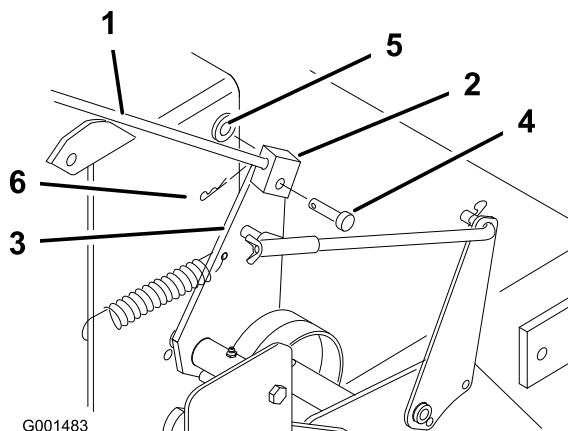

Figure 19
1. Retirez la goupille fendue, la rondelle et l'axe de chape qui fixent la tige de commande au support de la poulie de tension (Figure 19).